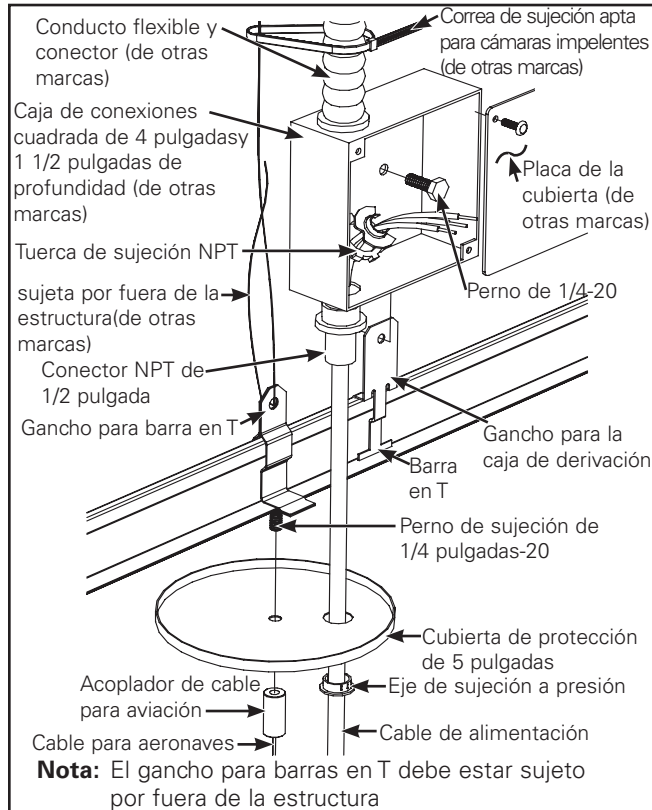

Figura 1. Alimentación
1. Ubicaciones de montaje en la disposición. (Figura 1.)